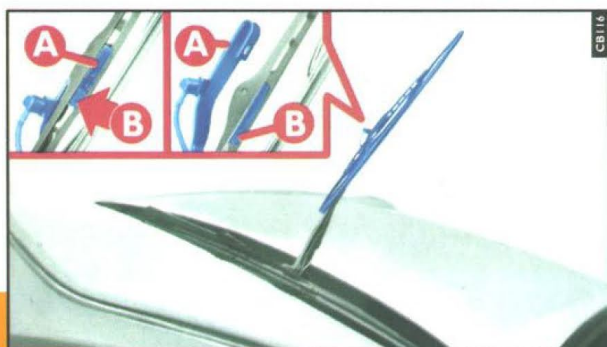

fig. 16
- 1) Levantar o braço **A** - **fig. 16** do limpador.